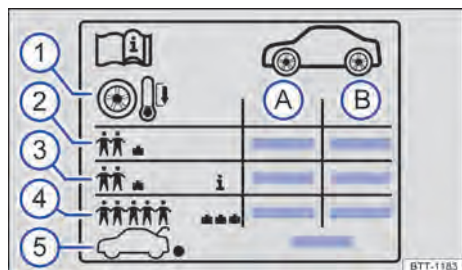

Fig. 234 Símbolos na etiqueta com as pressões dos pneus (representação esquemática).
Indicações na etiqueta com as pressões dos pneus → Fig. 234:
Dependendo do veículo, a etiqueta com as pressão dos pneus pode ter uma pressão dos pneus de conforto → Fig. 234 (3). A pressão dos pneus de conforto possibilita aumentar o conforto da condução. Ao conduzir com a pressão dos pneus de conforto, pode aumentar o consumo de combustível.